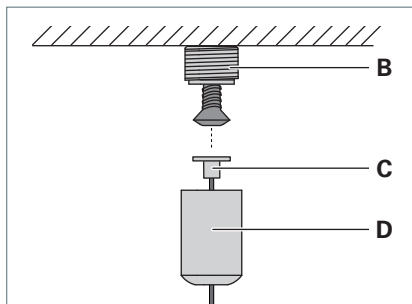

Fig. 7: Montaggio dell'elemento di fissaggio al soffitto.
- Avvitare al soffitto la filettatura **B** alla distanza **a** dalla lamiera di supporto montata in precedenza e utilizzando una vite adatta, vedi Tab. 2 e Fig. 7.